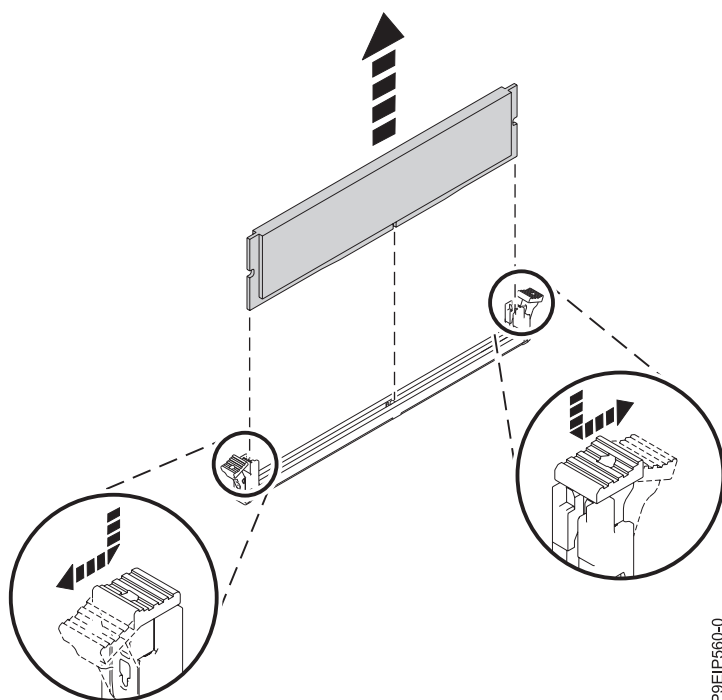

Figura 19. Removendo a memória DIMM
- b. Destrave a memória DIMM empurrando simultaneamente as guias de travamento para fora da memória DIMM, na direção mostrada em Figura 19. Certifique-se de destravar ambas as guias ao mesmo tempo. A ação da alavanca de abrir as guias empurra a memória DIMM para fora do slot.